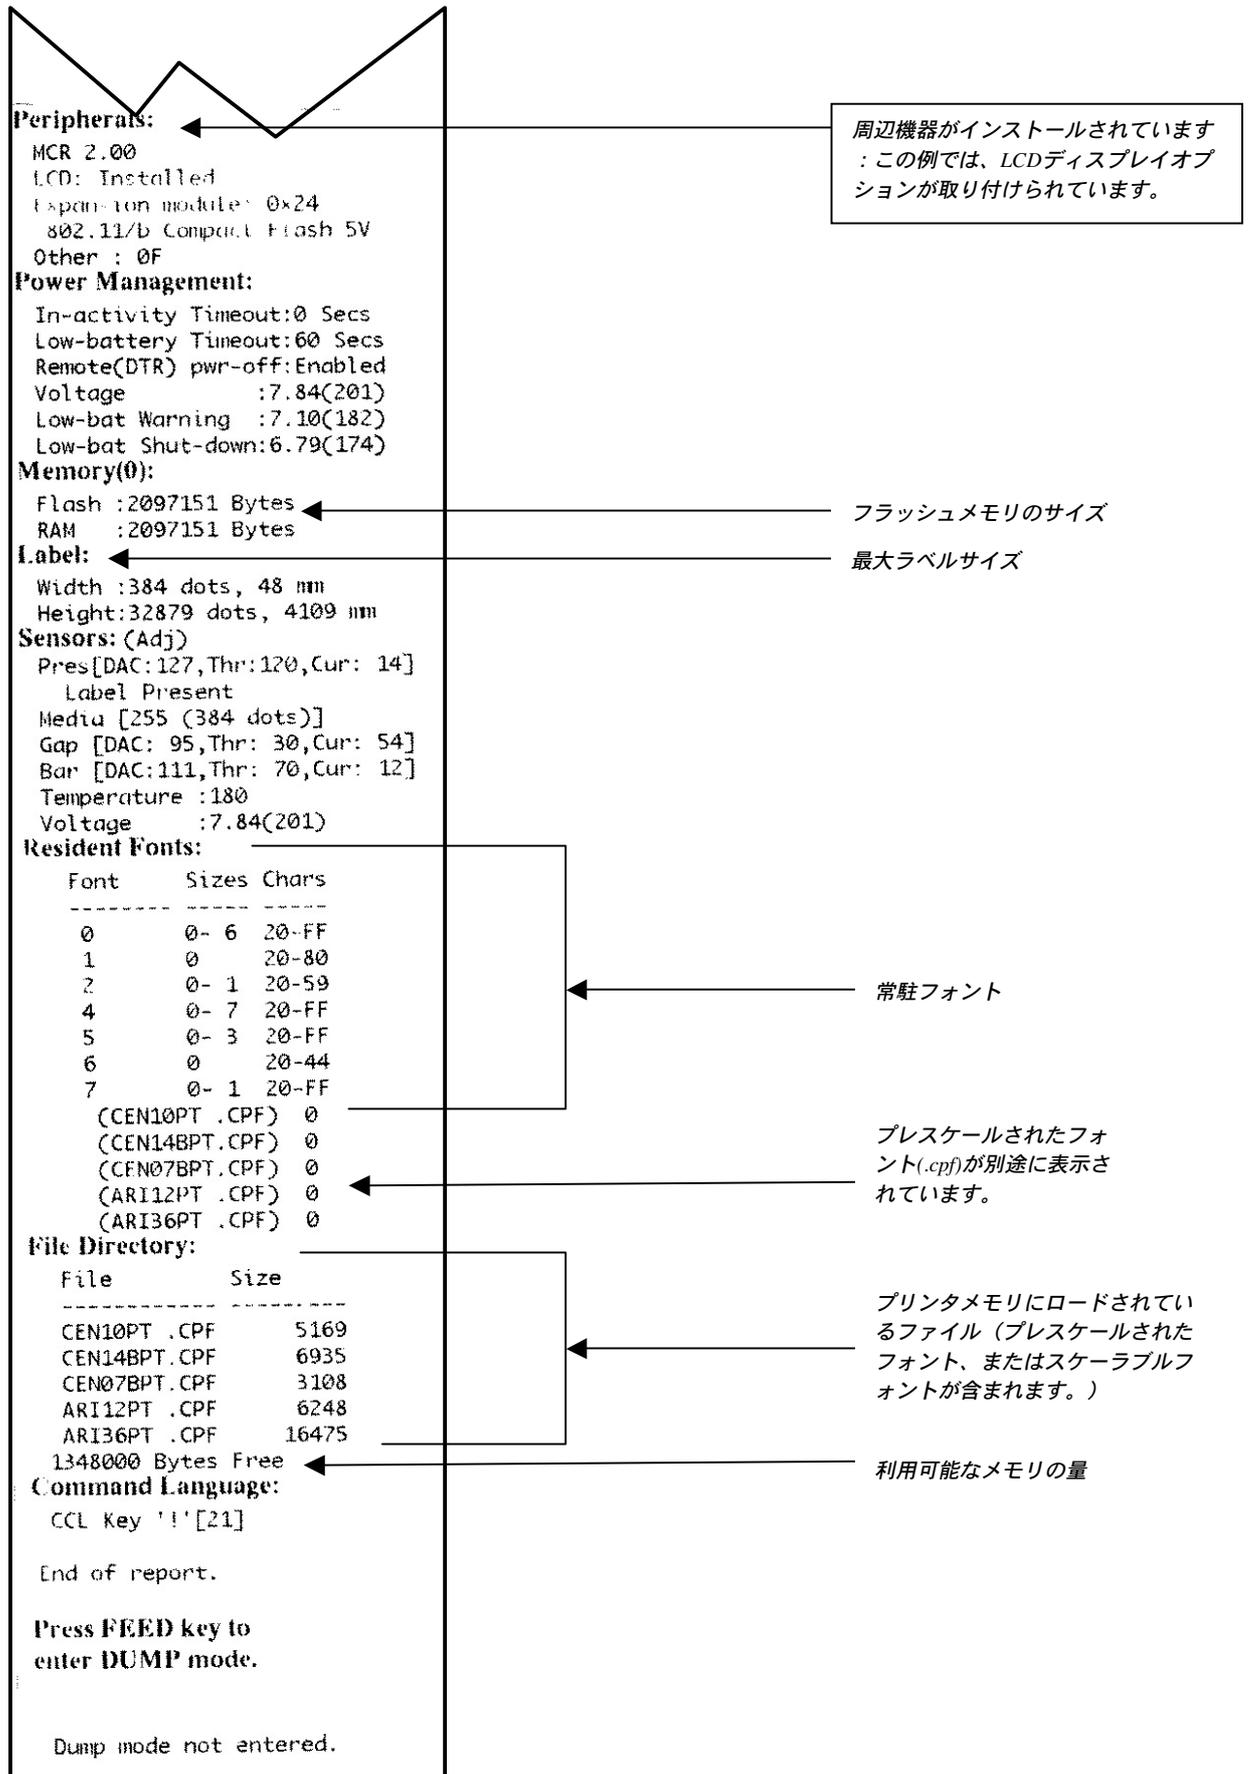

図17a : コンフィギュレーションラベル
プリンタは、図17および図17aに示されるようなコンフィギュレーションラベルを印刷します。
- 装置のシリアル番号（プリンタ裏面の大きいラベル、およびコンフィギュレーションラベルを印刷した場合、その中に記載されています。（図17および図17aを参照してください。）